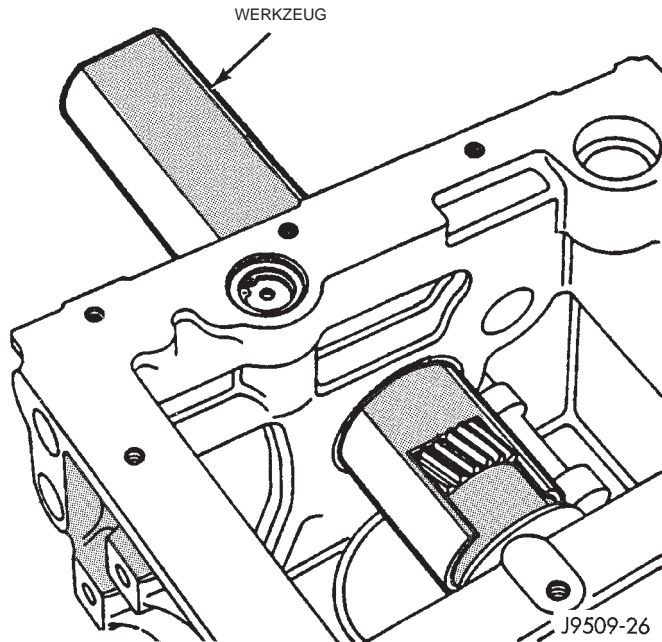
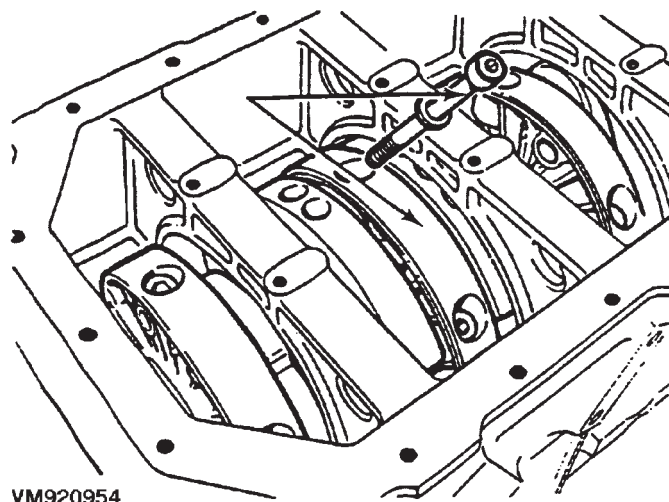

Abb. 54 Spezialwerkzeug/Kurbelwelle VM-1004
Abb. 55 Schrauben/Hauptlagergehäuse
- (7) Ansaugkrümmer, Auspuffkrümmer und Turbolader ausbauen (siehe hierzu Kapitel 11, Auspuffanlage und Ansaugkrümmer).
- (8) Kühlmittelstutzen ausbauen.
- (9) Ölzulaufleitungen der Kipphebel ausbauen.
- (10) Zylinderköpfe ausbauen.
- (11) Ölwanne und Ansaugrohr der Ölpumpe ausbauen.
- (12) Kolben und Pleuel von den Lagerzapfen der Kurbelwelle abbauen.
- (13) Kolben und Pleuel aus dem Block ausbauen.
- (14) Schwingungsdämpfer ausbauen, siehe hierzu "Schwingungsdämpfer/Ausbau" in diesem Abschnitt.
- (15) Steuergehäusedeckel abbauen, siehe hierzu "Steuergehäusedeckel/Ausbau" in diesem Abschnitt.
- (16) Ölpumpe und Unterdruckpumpe aus dem Block ausbauen.
- (17) Spezialwerkzeug VM-1004 über dem Zahnrad auf der Kurbelwelle anbringen (Abb. 54).
- (18) Ölzulauf für Hauptlager und Lagergehäuseführungen aus dem Block ausbauen.
- (19) Schwungrad und Mitnehmerscheibe vom Motorblock abbauen.
- (20) Axiallager vom hinteren Hauptlagergehäuse abbauen.
- (21) Kurbelwelle und Hauptlagergehäuse nach hinten bis zur Rückwand des Blocks schieben. Falls der Ausbau der kompletten Baugruppe auf die beschriebene Weise Schwierigkeiten bereitet, die Baugruppe soweit nach hinten schieben, bis die Schrauben der Hauptlagergehäuse freiliegen. Lagergehäuse für späteren Wiedereinbau am gleichen Einbauort kennzeichnen. Schrauben (zwei für jedes Lagergehäuse) herausdrehen (Abb. 55).